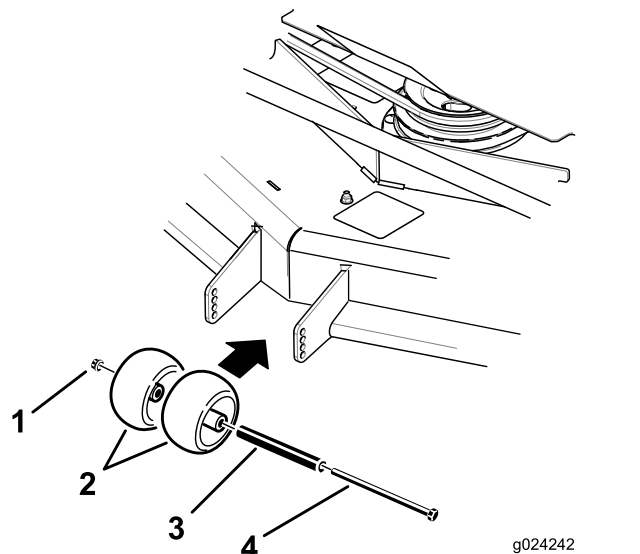
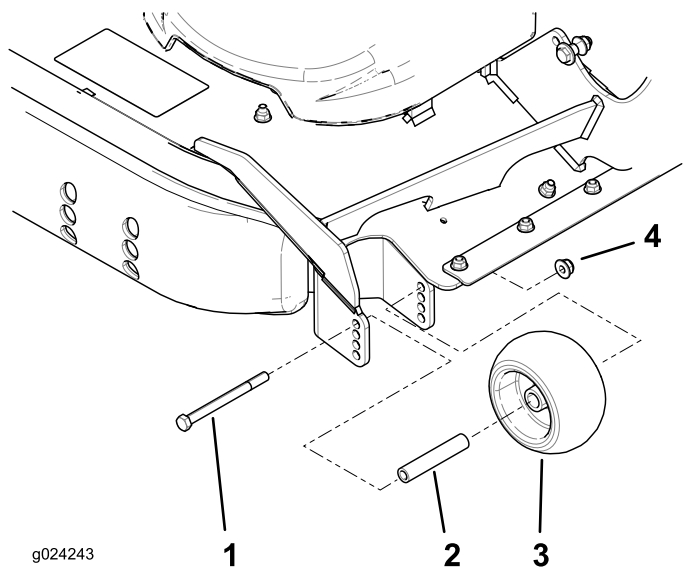

Figura 35
Figura 36
3. Ajuste los rodillos protectores del césped según se muestra en Figura 35 y Figura 36.